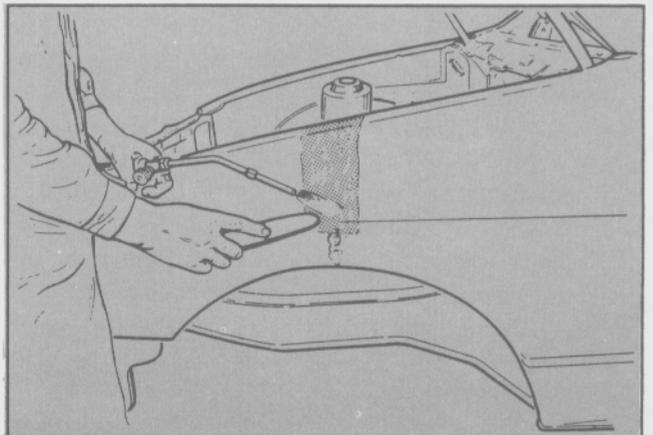

Fig. 36
- El relleno con soldadura requiere la utilización de diversas formas de alisador de madera, cera y soldadura en barra al 20%. Al realizar la operación de relleno con soldadura, se ha de conseguir poder cepillar los restos de material y evitar la formación de burbujas, ya que esto aparecerá después en la pintura (Fig. 36). Este proceso de soldadura se presta a una variedad de usos: nivelación de puntos desiguales o tratamiento de bordes y/o contornos.